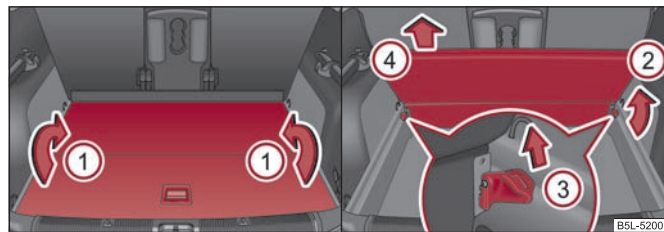

Fig. 74 Portbagajul: Plierea / Extragerea suprafeței de încărcare variabile
- Prin mișcarea în sensul săgeții (1) ⇒ fig. 74, pliați podeaua.
- Rabatați în sus podeaua variabilă, în sensul indicat de săgeata (2) ⇒ fig. 74.
- Trageți în ambele părți de manetele de siguranță, în sensul indicat de săgeata (3) ⇒ fig. 74.
- Trageți podeaua variabilă în sensul indicat de săgeata (4), în sus și afară.